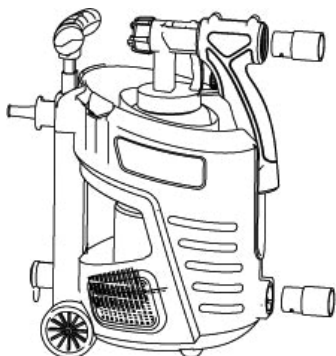

FIGURA 9.2 - PISTOLA 700W
- Alinhe o tubo de alimentação (ver Figura 9.2). Com o tubo de alimentação na posição certa, o conteúdo do reservatório poderá ser pulverizado por completo;